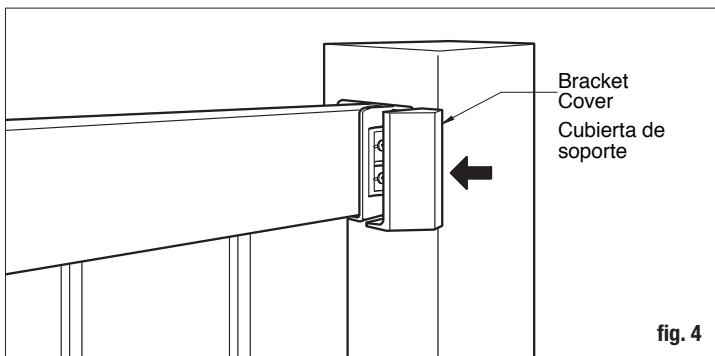

fig. 4
4. Slide the bracket covers onto the brackets from the side and snap into place (fig. 4).
4. Deslice las cubiertas de soporte sobre los soportes desde un lado y encájelas en su sitio (fig. 4).